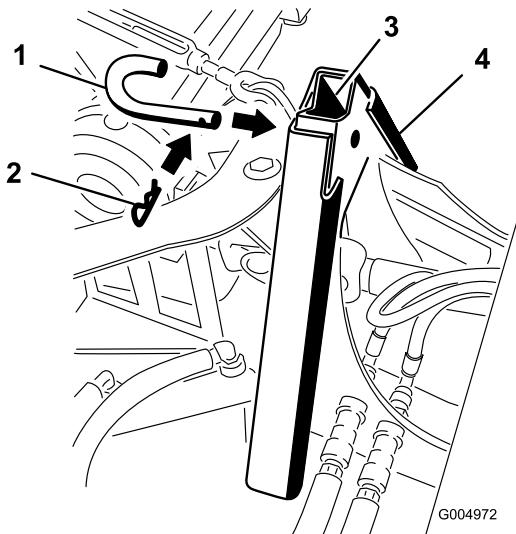

Рисунок 71
3. Соедините переходники вместе с помощью штифта для навесного оборудования и шпильки, как показано на Рисунок 71.